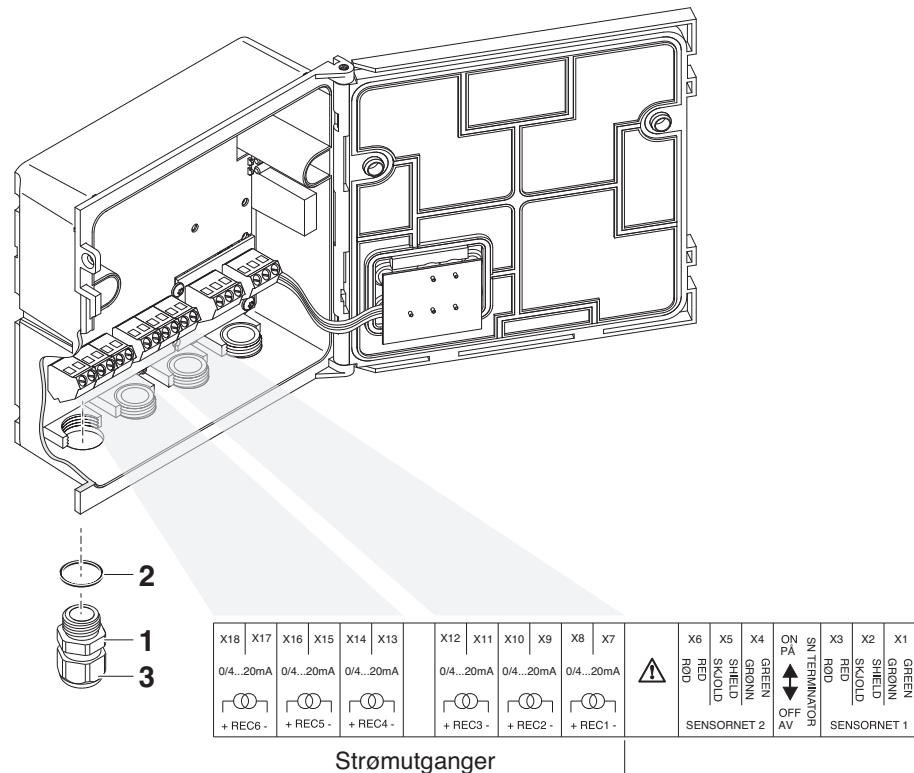

Fig. 3-1 Klemmeklemme med gjeldende tilkoblinger
- 3 Skru kabelgjennomføringen (pos. 1 i Fig. 3-1) med tetningsringen (pos. 2) inn i modulhuset.
- 4 Løsne koblingsringen (pos. 3 i Fig. 3-1).
- 7 Stram koblingsringen (pos. 3 i Fig. 3-1).